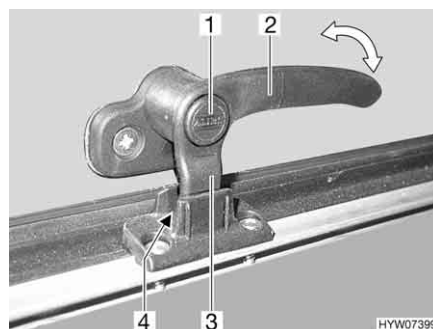
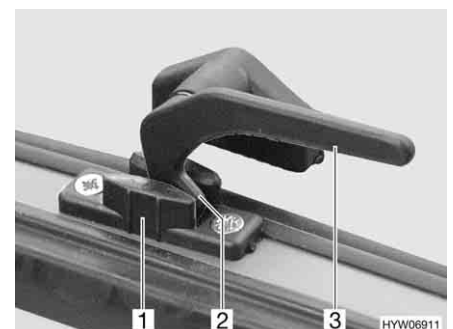

Bild 76 Låsarm med låsknapp i läget "kontinuerlig vädring"
Bild 77 Låsarm i läget "kontinuerlig vädring"
- I läget "kontinuerlig vädning" (Bild 76 och Bild 77)
- Tryck på låsknappen (Bild 76,1) om sådan finns och håll den nedtryckt.
- Sväng låsarmen (Bild 76,2 eller Bild 77,3) ett kvarts varv mot fönstrets mitt.
- Vrid tillbaka låsarmen. Därvid måste låsarmens låsspak (Bild 76,3 eller Bild 77,2) föras in i spåret på fönsterlåsen (Bild 76,4 eller Bild 77,1).
- Släpp låsknappen (Bild 76,1) om sådan finns.